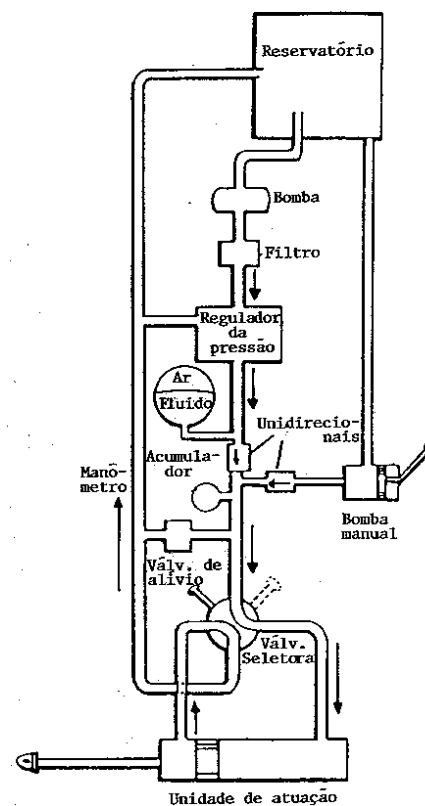

Figura 8-6 Sistema hidráulico básico com bomba mecânica e outros componentes hidráulicos.
A figura 8-6 mostra um sistema básico com a adição de uma bomba mecânica e um filtro, um regulador de pressão, acumulador, medidor de pressão, válvula de alívio, e duas válvulas unidirecionais. A função de cada um desses componentes é descrita nos parágrafos seguintes.
frequentemente mencionado como uma válvula de descarregamento. Quando uma das unidades atuadoras está sendo operada, e a pressão na linha entre a bomba e a válvula seletora cresce até o ponto desejado, a válvula no regulador de pressão abre automaticamente, sendo o fluido desviado de volta para o reservatório. Essa linha de desvio é mostrada na figura 8-6, partindo do regulador de pressão para a linha de retorno.
O acumulador (figura 8-6) atende a duas finalidades: (1) age como um amortecedor ou absorvedor de choque pela manutenção de uma pressão constante no sistema, e (2) estoca fluido suficiente sob pressão, para prover certas unidades quando em operação de emergência. Os acumuladores são projetados com uma câmara de ar comprimido que está separada do fluido por um diafragma flexível ou um pistão móvel.
O medidor de pressão (figura 8-6) indica a quantidade de pressão hidráulica no sistema.
As válvulas unidirecionais permitem ao fluxo do fluido fluir somente em uma direção. As válvulas unidirecionais estão instaladas em vários pontos nas linhas de todos os sistemas hidráulicos de aeronaves. Na figura 8-6, uma válvula unidirecional evita que a pressão da bomba mecânica entre na linha da bomba manual; e a outra evita que a pressão da bomba manual seja direcionada para o acumulador. As unidades de um sistema hidráulico típico, usado mais comumente, são discutidas em detalhes nos parágrafos seguintes. Nem todos os modelos ou tipos são incluídos, mas exemplos de componentes típicos são usados em todos os casos.